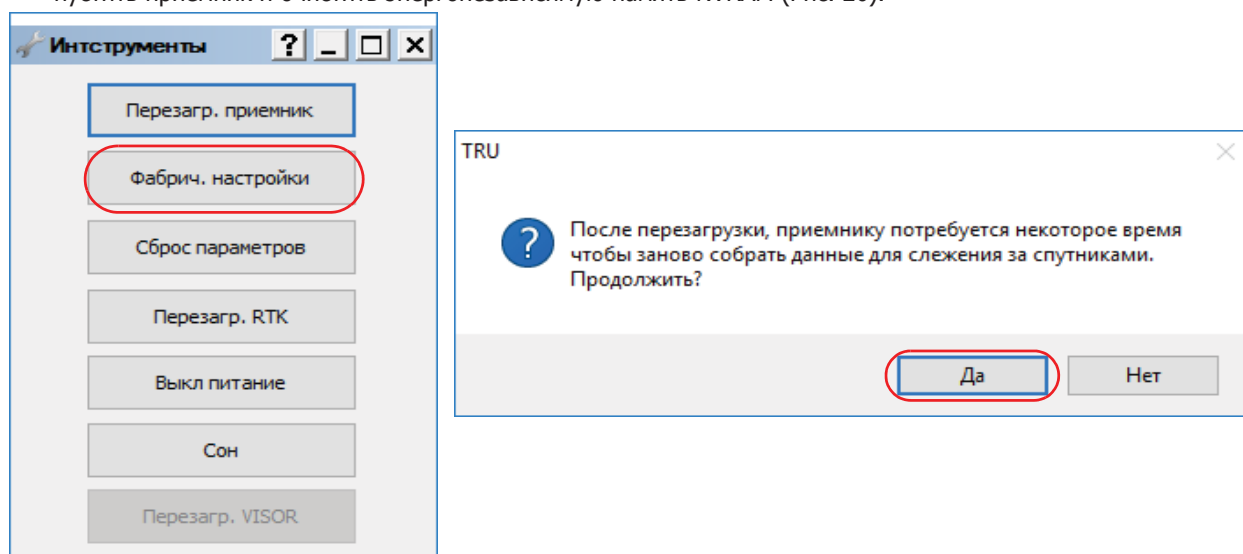

Рис. 26: Диалоговое окно Сервис
3. Нажмите значок **Сервис** на главном экране. Откроется диалоговое окно **Сервис**, из которого можно перезапустить приёмник и очистить энергонезависимую память NVRAM (Рис. 26).